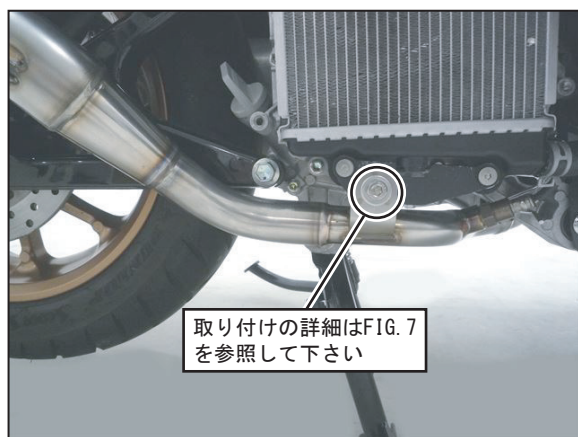

FIG. 6
5. ①エキゾーストパイプのステーを③エキゾーストパイプステーに⑥キャップボルトM8×20、⑧平ワッシャM8×22、⑪フランジナットM8を使用して仮締めして下さい。(FIG. 6, 7 参照)